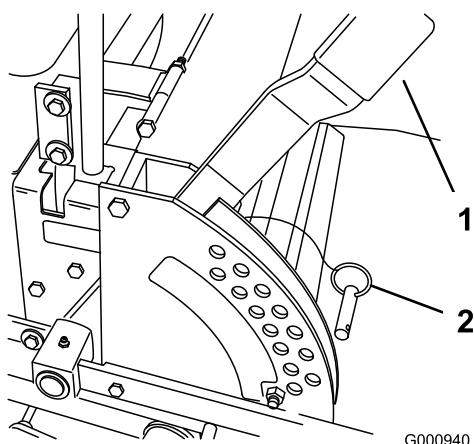

Figura 18
- Levante la palanca de ajuste de la altura de corte a la posición de transporte (que es también la posición de altura de corte de 127 mm) (Figura 18).
- Para ajustarla, retire el pasador del soporte de altura de corte (Figura 18).
- Seleccione un taladro del soporte de altura de corte que corresponda a la altura de corte deseada, e inserte el pasador (Figura 18).